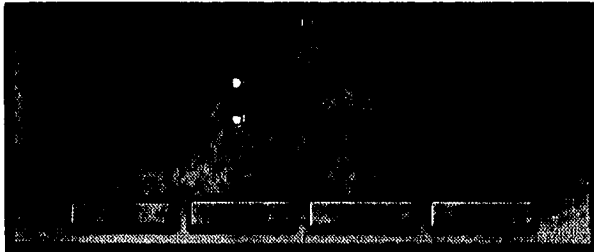

Figura 4.29
2. Seleccionar el segundo operando, resaltándolo en la ventana de edición de forma de onda. Seleccionar la función matemática (Suma, Resta o Multiplicación). Aparecerá el cuadro de diálogo MATH (ver Figura 4.29).